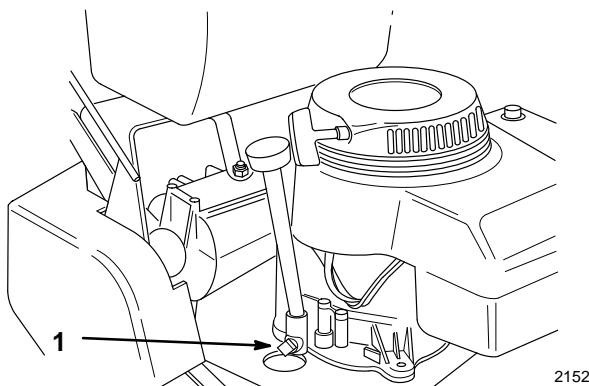

Abbildung 21
3. Ein Auffanggefäß unter den Ölblaßstutzen stellen. Ölblaßschraube entfernen (Abb. 21).